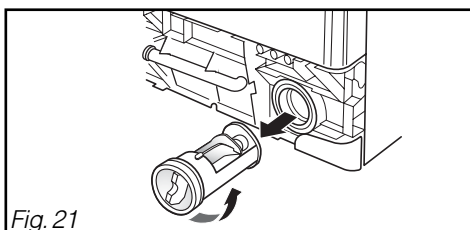

Fig. 21
- Dévissez le bouchon du filtre de la pompe de vidange (Fig. 21).